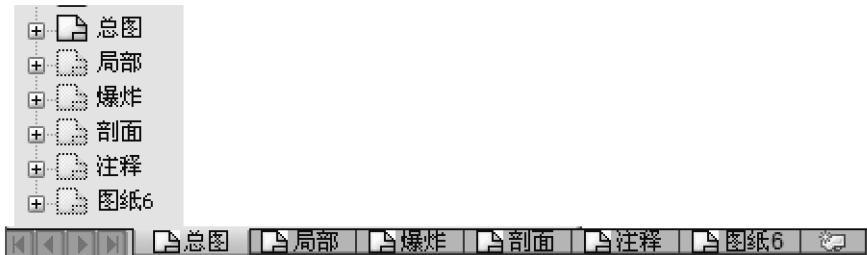

图 1-8 默认图纸顺序
2. 默认图纸顺序 工程图是按创建的先后顺序排序的。它们的名字出现在 FeatureManager 里，并且显示于图形窗口的底部，排列成类似 Excel 的工作表风格，如图 1-8 所示。要激活一张图纸，只需要